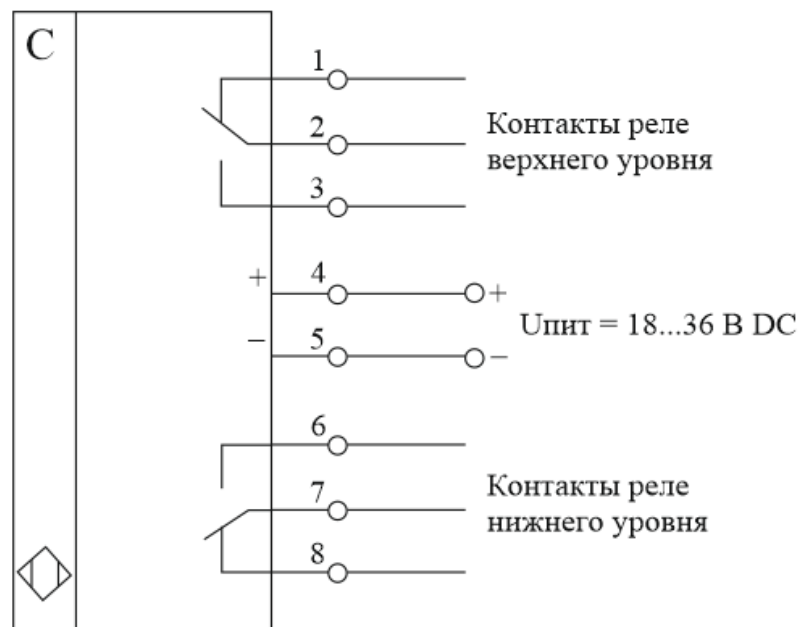

Рис.2 – схема подключения ДНЕ
1.3.5 Схема электрическая подключений датчика ДНЕ приведена на Рис. 2